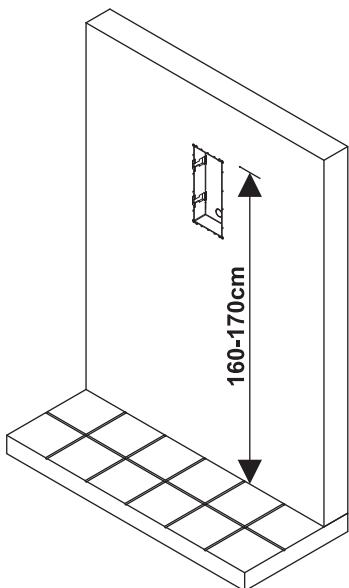
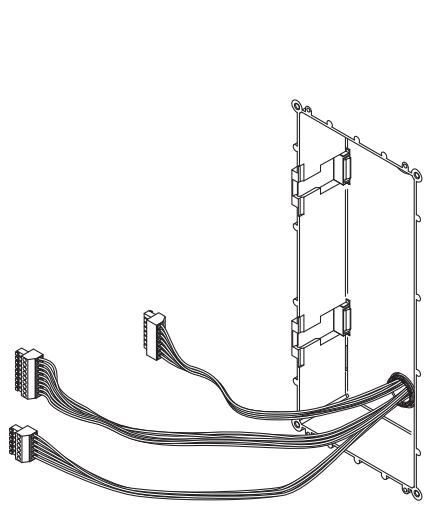
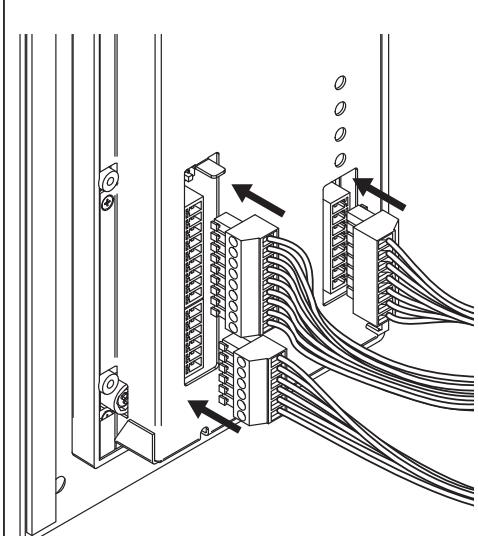

Fig. 1
Fig. 2
Fig. 3
- Incorporare la scatola da incasso nella parete (160-170 cm tra il lato superiore della scatola e il pavimento come mostrato in **Fig. 1**) passando i cavi (**Fig. 2**) attraverso il foro predisposto nella scatola da incasso;
- Effettuare tutte le connessioni sui morsetti rimovibili (**Fig. 2**) e successivamente inserirli nel pannello (**Fig. 3**), impostare i dip-switch come da schema di installazione fornito o come indicato dalle istruzioni di installazione, dopodiché ridare l'alimentazione al sistema e controllare se funziona correttamente;